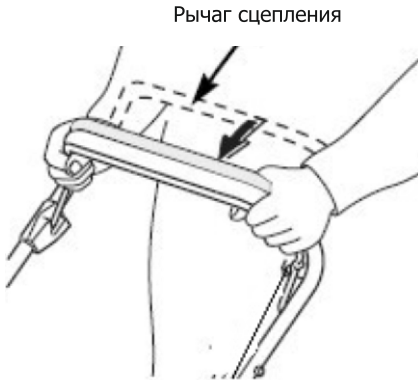

Рис. 18
- Не нажимайте на рычаг сцепления в процессе запуска это предотвратит непреднамеренное движение газонокосилки вперед (рис. 18).